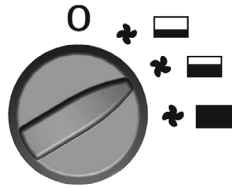

ABB. 2
- **Abb. 2** – Mittlere Leistung